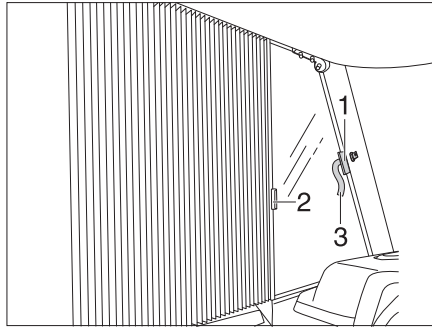

Fig. 82 Tendina oscurante pieghevole del finestrino del conducente e del passeggero
- Aprire la chiusura a velcro delle asole di bloccaggio (Fig. 82,3) su entrambi i lati.
- Afferrare le tendine oscuranti pieghevoli una dopo l'altra per le impugnature (Fig. 82,1 e 2) ed avvicinarle delicatamente chiudendole finché il fermo magnetico non blocca la tendina oscurante pieghevole.
- Tirare indietro delicatamente le tendine oscuranti pieghevoli con le impugnature (Fig. 82,1 e 2).
- Bloccare la tendina oscurante pieghevole la chiusura a velcro dell'asola di bloccaggio (Fig. 82,3).